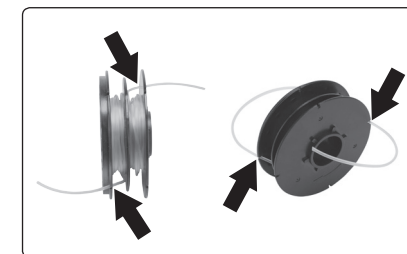

Abb. 13
- Nach dem Aufwickeln der gesamten Fadenlänge befestigen Sie die beiden losen Enden in den Kerben an den gegenüberliegenden Seiten der Spule so, dass diese beiden Enden in der Spule gegeneinanderliegend befestigt sind, siehe Abb. 13. Diese Befestigung der Fadenenden ist ganz wichtig, damit sich der auf der Spule fest aufgewickelte Faden nicht aufrollt.